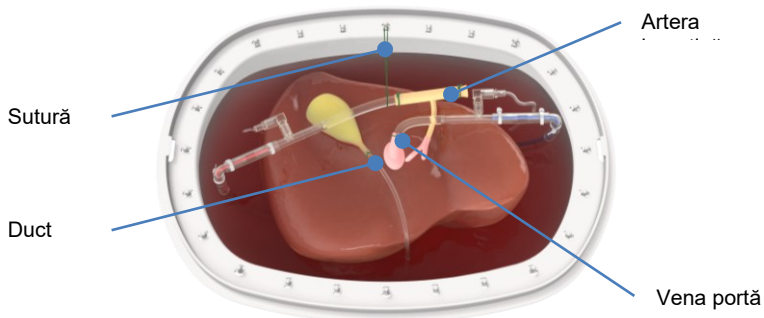

Figura 27 Canularea arterei hepatice și a venei porte
- Pentru a conecta ficatul donatorului la setul de perfuzie Liver Assist [REF 11.401], este necesară canularea venei porte și a arterei hepatice; a se vedea Figura 27.
- O sutură poate fi atașată la marginea rezervorului și a canulelor, pentru a asigura poziționarea corectă a canulelor și pentru a obține o perfuzie optimă; a se vedea Figura 27.